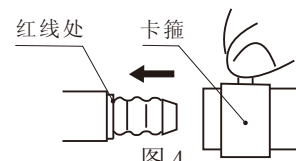

图4
- 1)使用胶管连接的灶具:清理干净进气口,套上燃气专用胶管至灶具燃气接头的环形槽红线处,并用卡箍夹紧(如图4所示)。